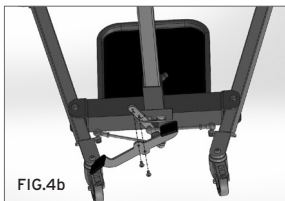

FIG.4b
- 6a. Inserire la leva per l'apertura della base e bloccarlo con le sue viti. (Fig.4b) - per mod. R1841)